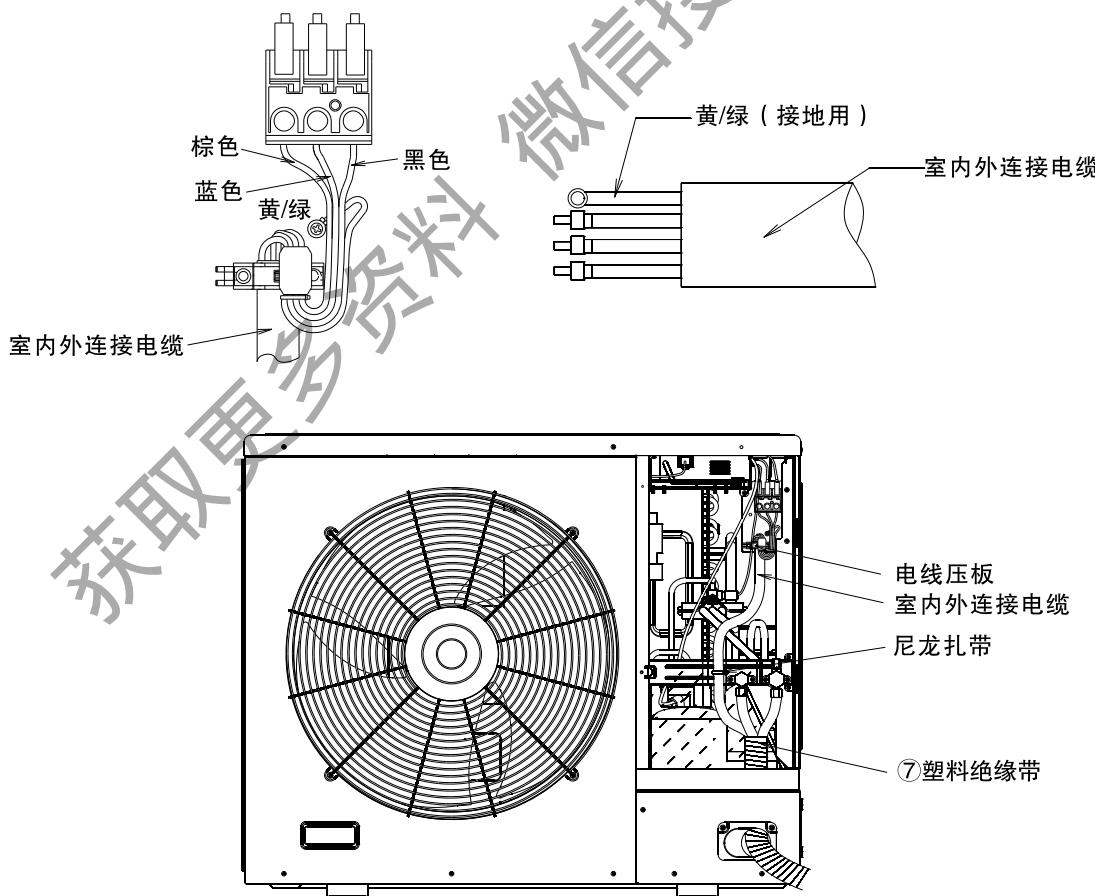

图28
- (1) 参照P18页“室外机的安装”内容，将连接盖板拆除。
- (2) 将连接电缆穿过连接管盖板，再穿过阀门安装板上的扎带，待接线完毕后再将扎带拉紧，并将扎带多余部分剪掉。
- (3) 把连接电缆按电气接线图所示正确地牢固连接。（紧固力矩为0.8~1.5N·m）
- (4) 用电线压板将连接电缆压住后，用螺钉紧固，如图28。